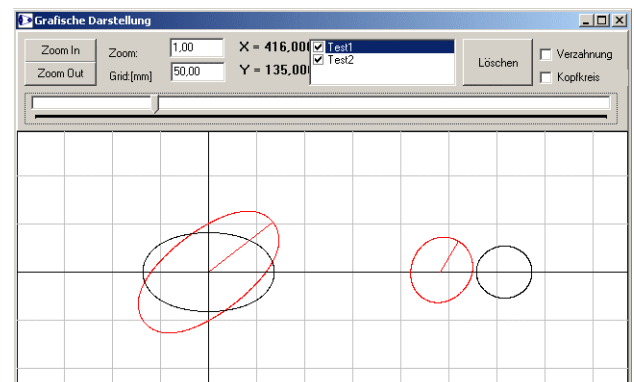

Bild 2: Grafikfenster mit zwei Beispielgetrieben
- grafische Darstellung des Getriebes mit Bewegungssimulation (Bild 2),